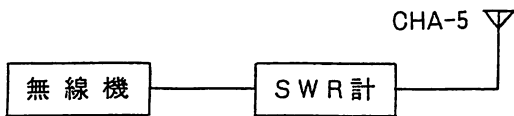

図6
- アンテナ (CHA-5) と無線機の間へ使用する周波数帯及び電力に適合するSWR計を図6のとおり接続します。